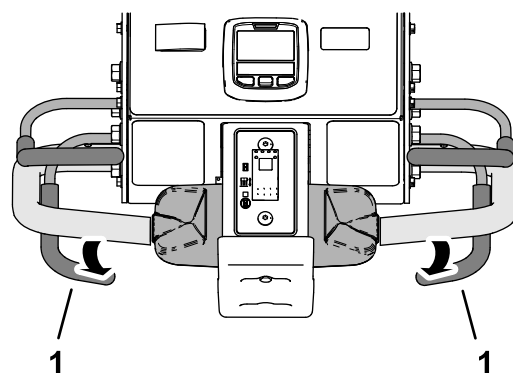

Bild 95
- Lassen Sie den Aerifizierbügel los (Bild 95).